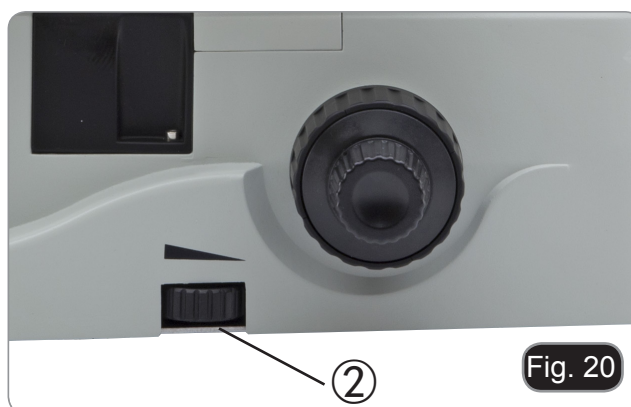

Fig. 20
Tourner la molette de réglage de l'intensité lumineuse ② pour augmenter ou diminuer l'intensité lumineuse. (Fig. 20)